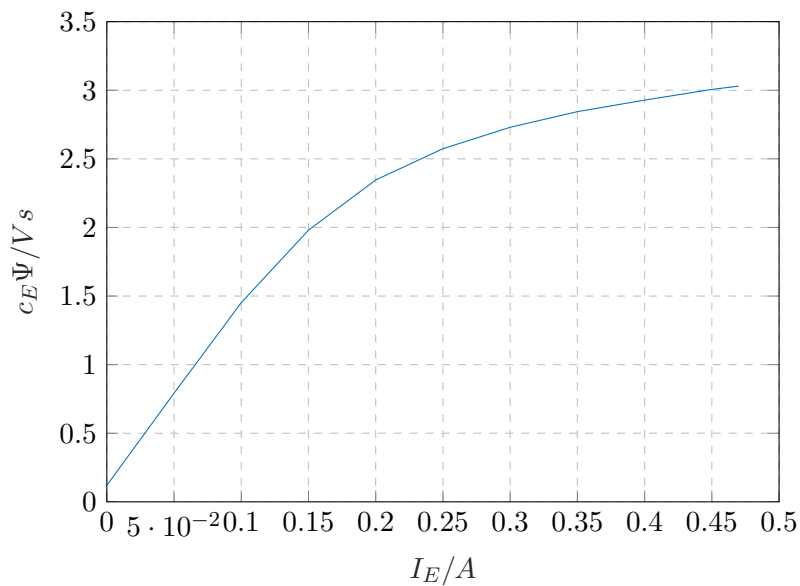

Abbildung 5.2: Kurve der Magnetisierungskennlinie
c) In diesem Aufgabenteil soll die Magnetisierungskennlinie durch eine Exceltabelle mit unseren Messwerten dargestellt werden. Wie in der Aufgabe 4 b) wollen wir hier auch kein Ankerstrom haben. Deshalb haben wir unseren GM mit unserer Lastmaschine betrieben. Dabei haben wir die Drehzahl  $N$  konstant auf 1000 Umdrehungen pro Minute und den Ankerstrom mit einem Intervall von 0,05A von 0 auf 0,5 A gesetzt. Die Ankerspannung haben wir nach jedem Intervall mit einem Multimeter ausgelesen und diese alle in der Tabelle 5.1 dargestellt. Anschließend haben wir die Werte in einem Diagramm Abbildung 5.2) dargestellt.